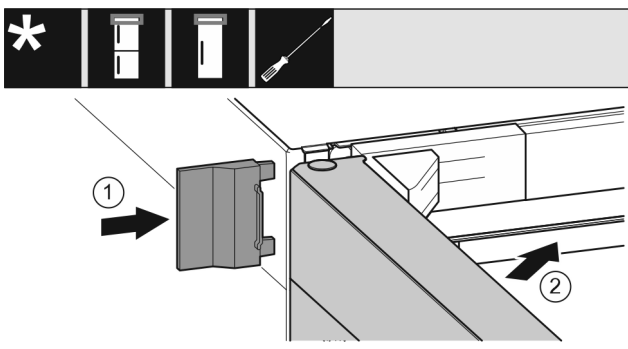

Fig. 28
- ▶ Užstumkite išorinę dengiamąją plokštelę Fig. 28 (1).
- ▶ Uždarykite viršutines duris Fig. 28 (2).